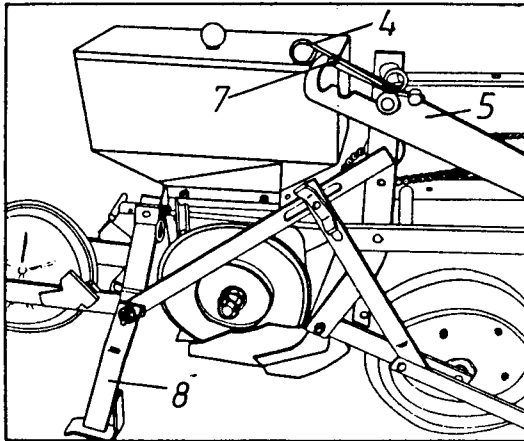

Abb. 14
Arbeitsstellung : Feder (4) wie in Abb. 14 auf Niet (7) umlegen